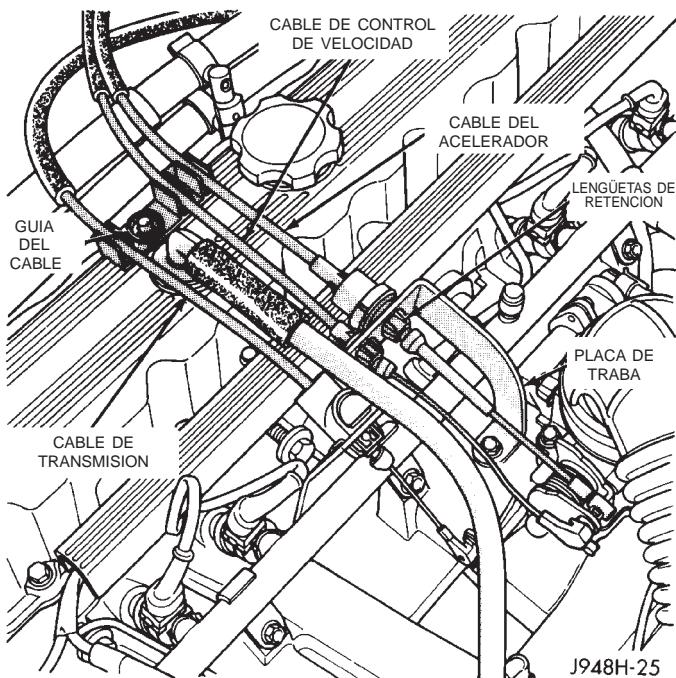

Fig. 39 Guía del cable y lengüetas de retención—Característico
(4) Retire el cable del cable de guía que se encuentra sobre la tapa de culata (válvulas) de cilindros del motor (Fig. 39).
(6) Retire el cable de la mariposa del soporte de montaje de la mariposa, comprimiendo las lengüetas de retención (Fig. 39) y empujando el cable a través del orificio del soporte.
(7) Retire el cable de la mariposa del vehículo.